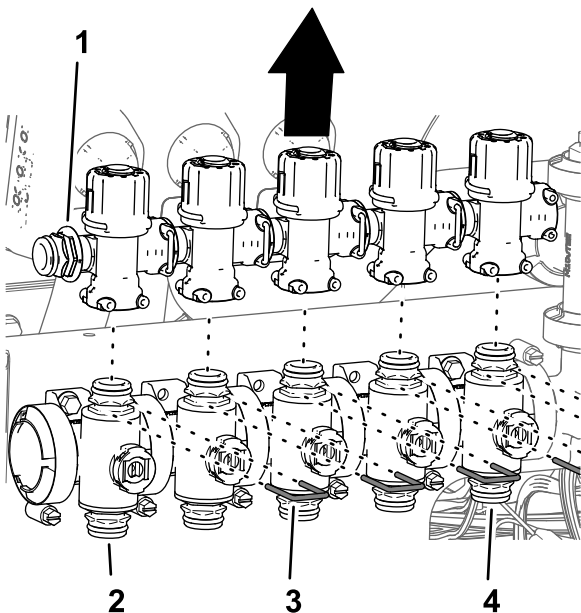

Figura 99
4. Rimuovete i fermi che fissano le valvole di bypass alle valvole degli ugelli da 1 a 7 (**Figura 99**).
5. Sollevate le valvole di bypass dalle valvole degli ugelli da 1 a 5 (**Figura 99**).